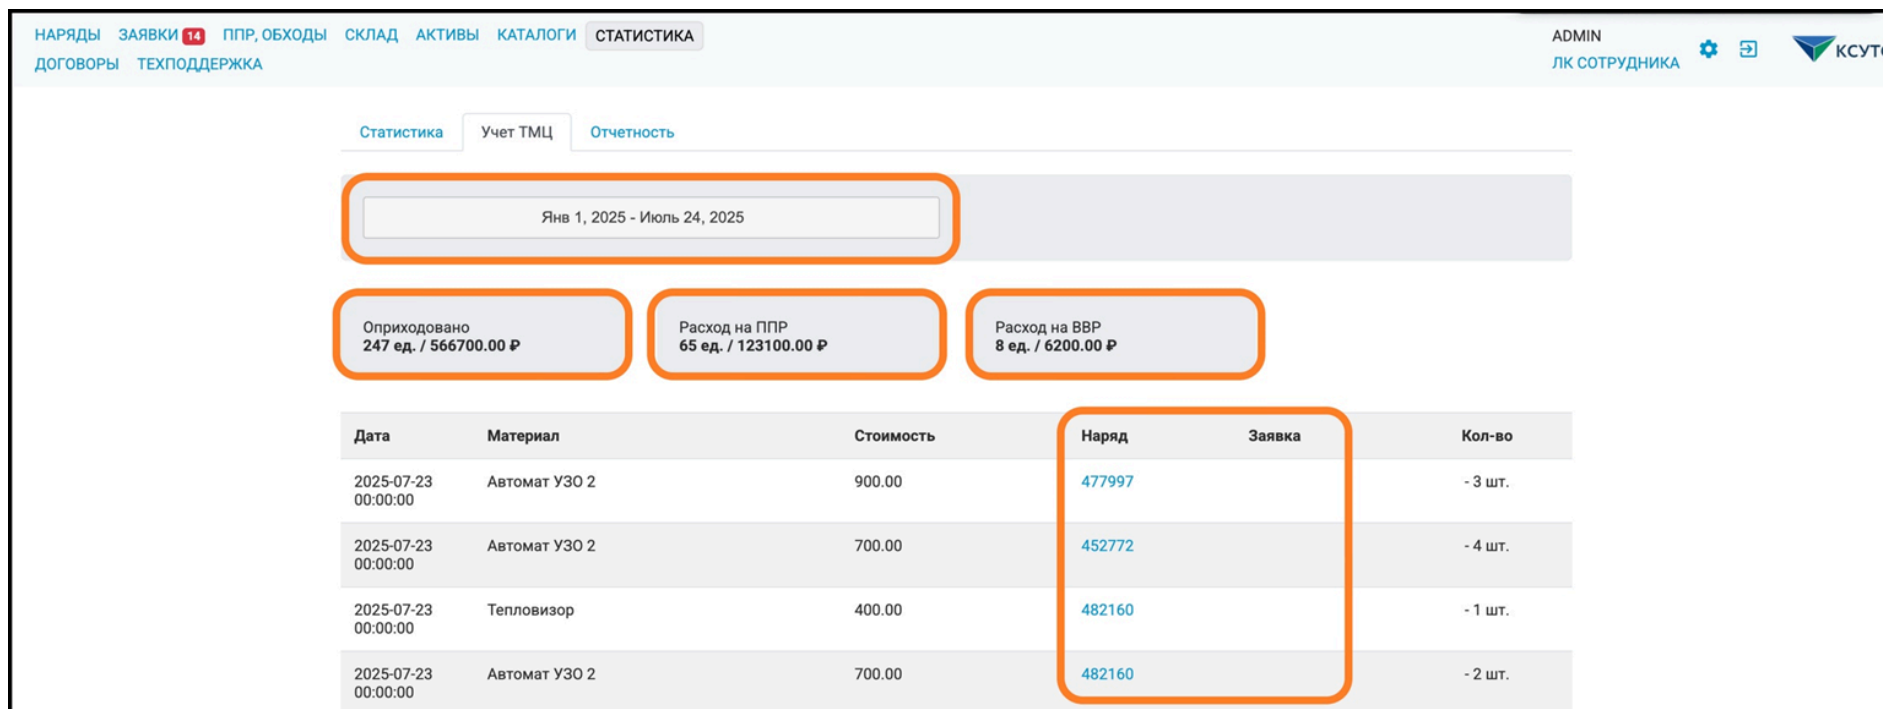

Рис.36 Статистика, Учет ТМЦ
- 9.5. Чтобы отсортировать статистику по учету ТМЦ, используйте фильтр «Период» (рис. 36);